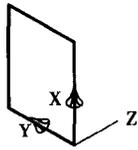

图 1.8 绘制矩形
- ② 坐标系统 Y 轴旋转 -90° , 用直线 (LINE) 命令绘制矩形, 如图 1.8 所示。